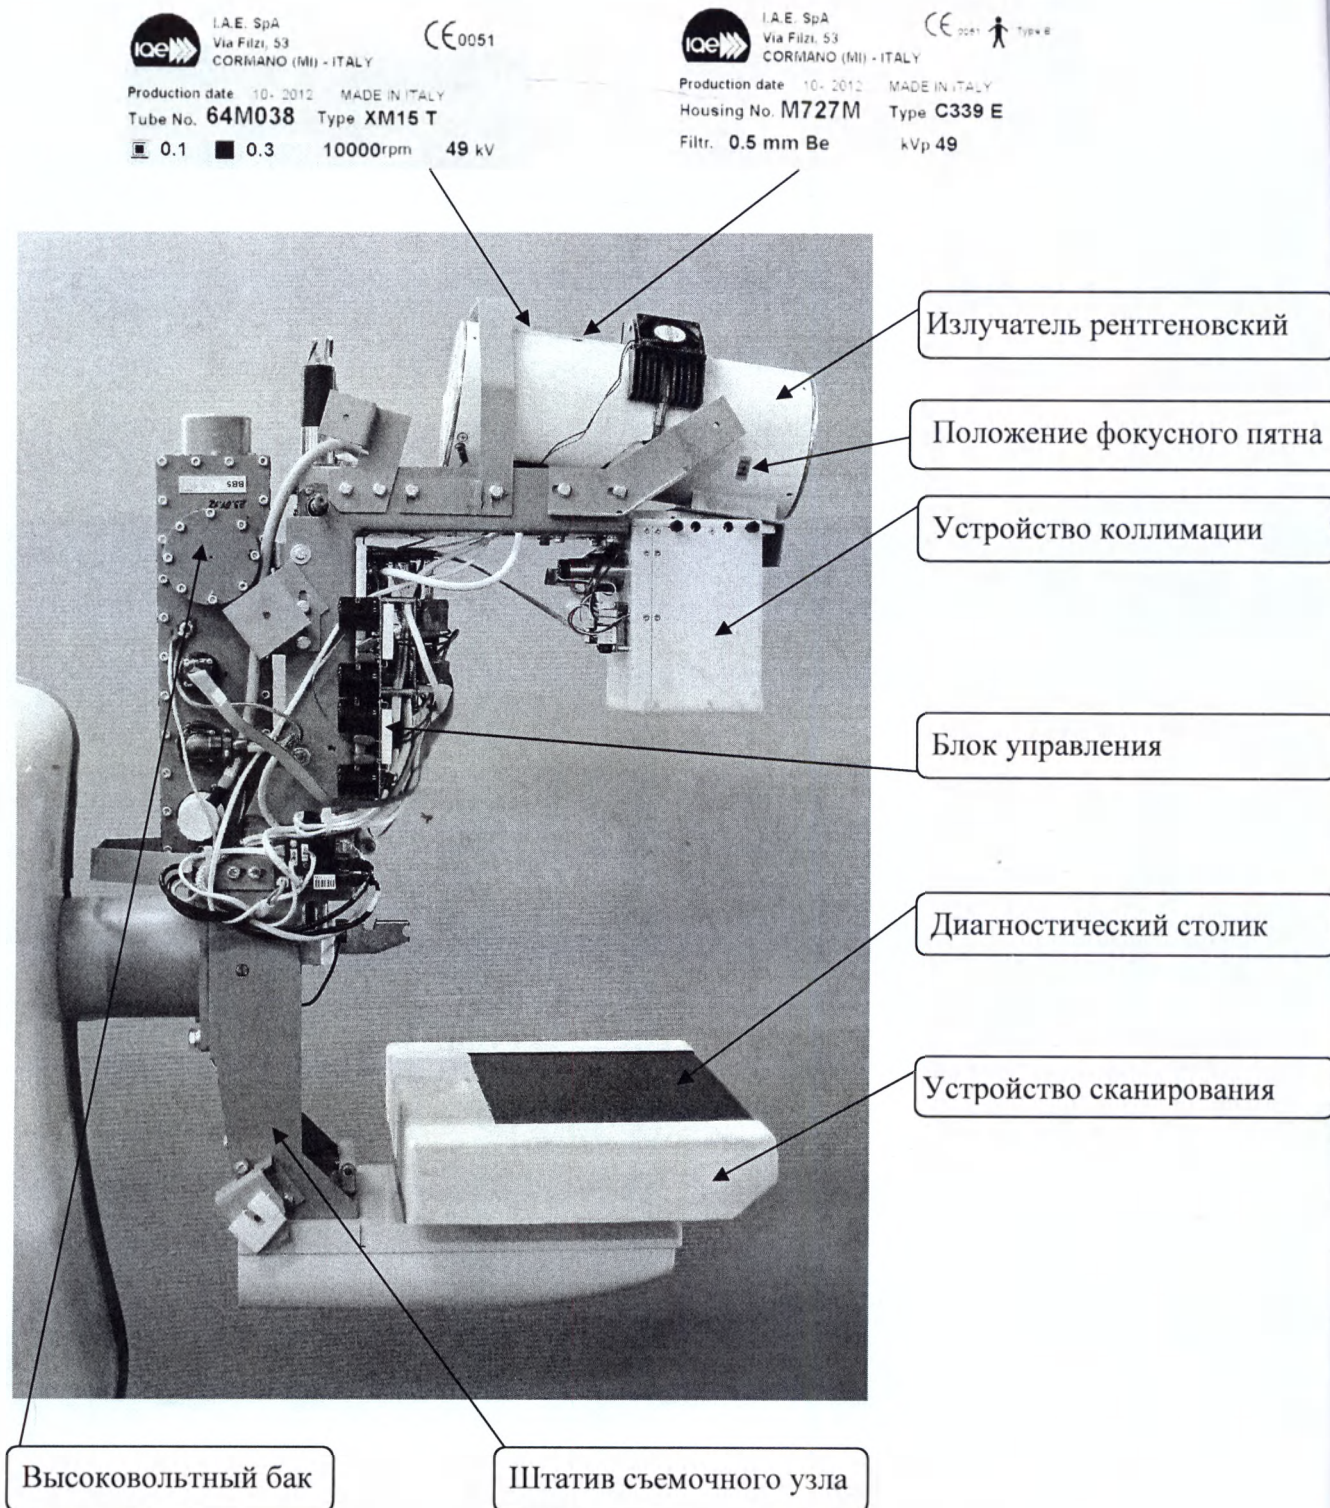
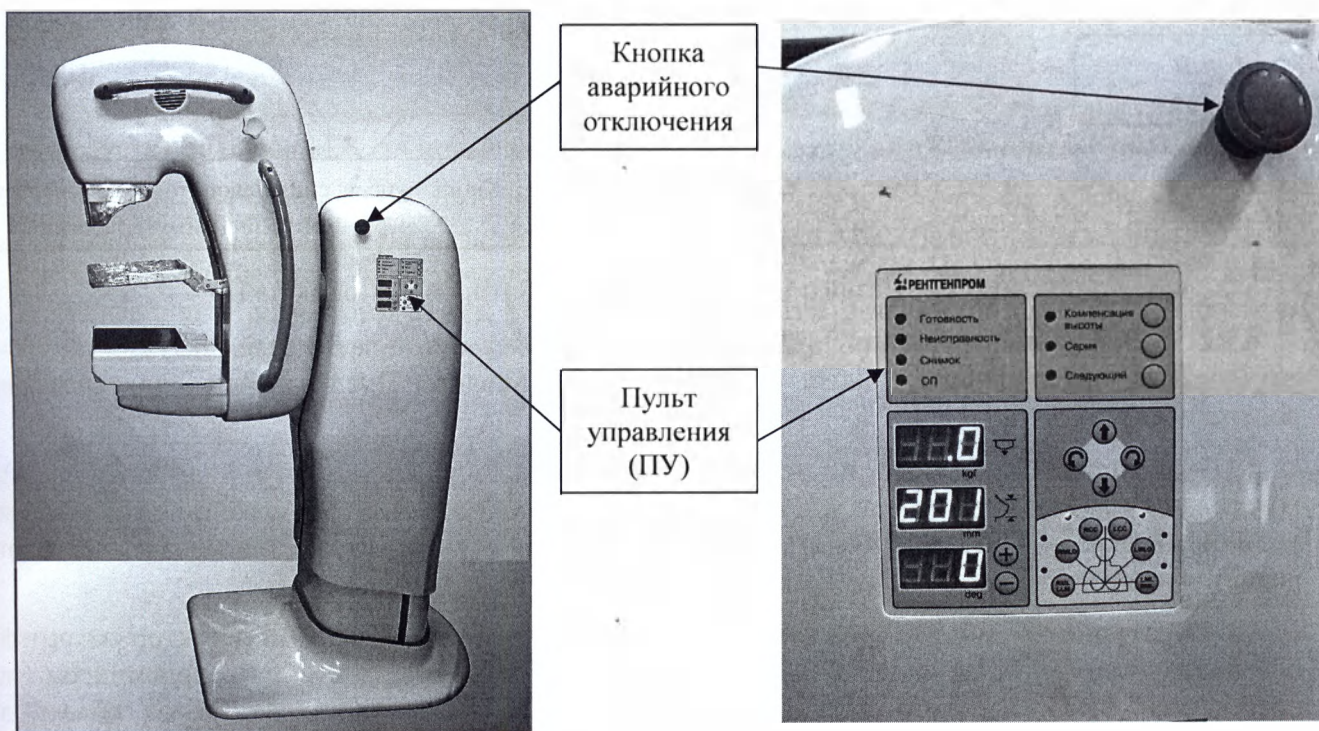
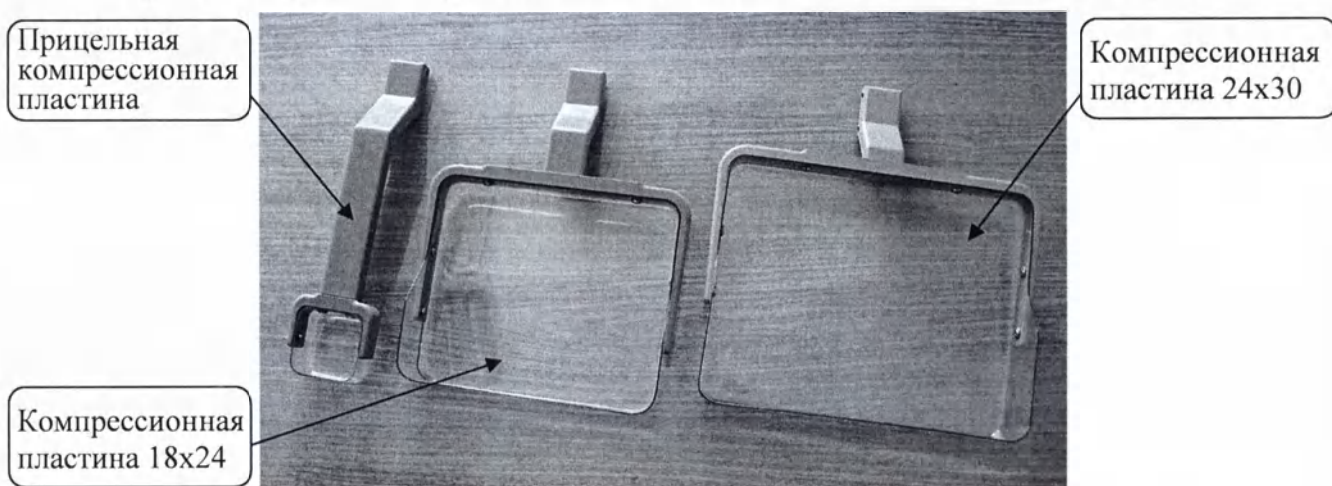

Рисунок 4 – Съемочный узел
Рисунок 5 - Внешний вид ПУ на корпусе маммографа
Рисунок 8 – Компрессионные пластины
**4.1.1. Съёмочный узел** (рис.4) крепится на вертикальной стойке и представляет собой штатив в форме С-дуги. Включает в себя: излучатель рентгеновский, устройство коллимации, диагностический столик со сканирующим устройством; ручки механического управления компрессией, специальные вертикальные и горизонтальные ручки для пациента, которые облегчают его позиционирование, кнопки аварийного отключения с обеих сторон съёмочного узла (рис.5); компрессионные пластины (рис.8), устройство рентгеновское питающее высокочастотное.
Управление механикой перемещения и поворота съёмочного узла осуществляется с помощью соответствующих кнопок на пульте управления (далее по тексту – ПУ), расположенном на боковых сторонах маммографа (рис.5 и 6). Также там размещены сигналы и индикаторы, показывающие состояние различных систем маммографа.
**4.1.2. Излучатель рентгеновский** (рис.4) представляет собой защитный кожух, в котором установлена рентгеновская трубка с вращающимся анодом. Предназначен для генерации рентгеновского излучения.
**4.1.3. Устройство коллимации** представляет собой подвижную целевую диафрагму (рис.4), которая служит для формирования пучка рентгеновского излучения. На устройстве коллимации установлен экран защитный (рис.1.1), предназначенный для предохранения лица пациента от рентгеновского излучения во время снимка.
**4.1.4. Устройство сканирования** (рис.4) представляет собой линейный детектор, закрытый диагностическим столиком (рис.4). Линейный детектор является приемником и преобразователем рентгеновского излучения, прошедшего через исследуемый объект, в видимое изображение. Сканирование МЖ осуществляется взаимным синхронным перемещением целевой диафрагмы и линейного детектора вдоль длинной стороны снимка.
**4.1.5.2. Компрессионные пластины** обеспечивают прижатие МЖ к столу и получения компрессии. В комплект поставки входит 3 типа компрессионных пластин: для снимков 18x24 см и 24x30 см, для прицельных снимков 6x6. (рис.8).
**4.1.6.** Устройство рентгеновское питающее высокочастотное (УРП) (рис.4) представляет собой совокупность блоков, необходимых для питания: анодной цепи рентгеновской трубки; цепи накала катода рентгеновской трубки; статора узла вращения анода рентгеновской трубки;
Вертикальное перемещение и поворот съемочного узла осуществляется **только** путем нажатия кнопок на ПУ аппарата (рис. 4).